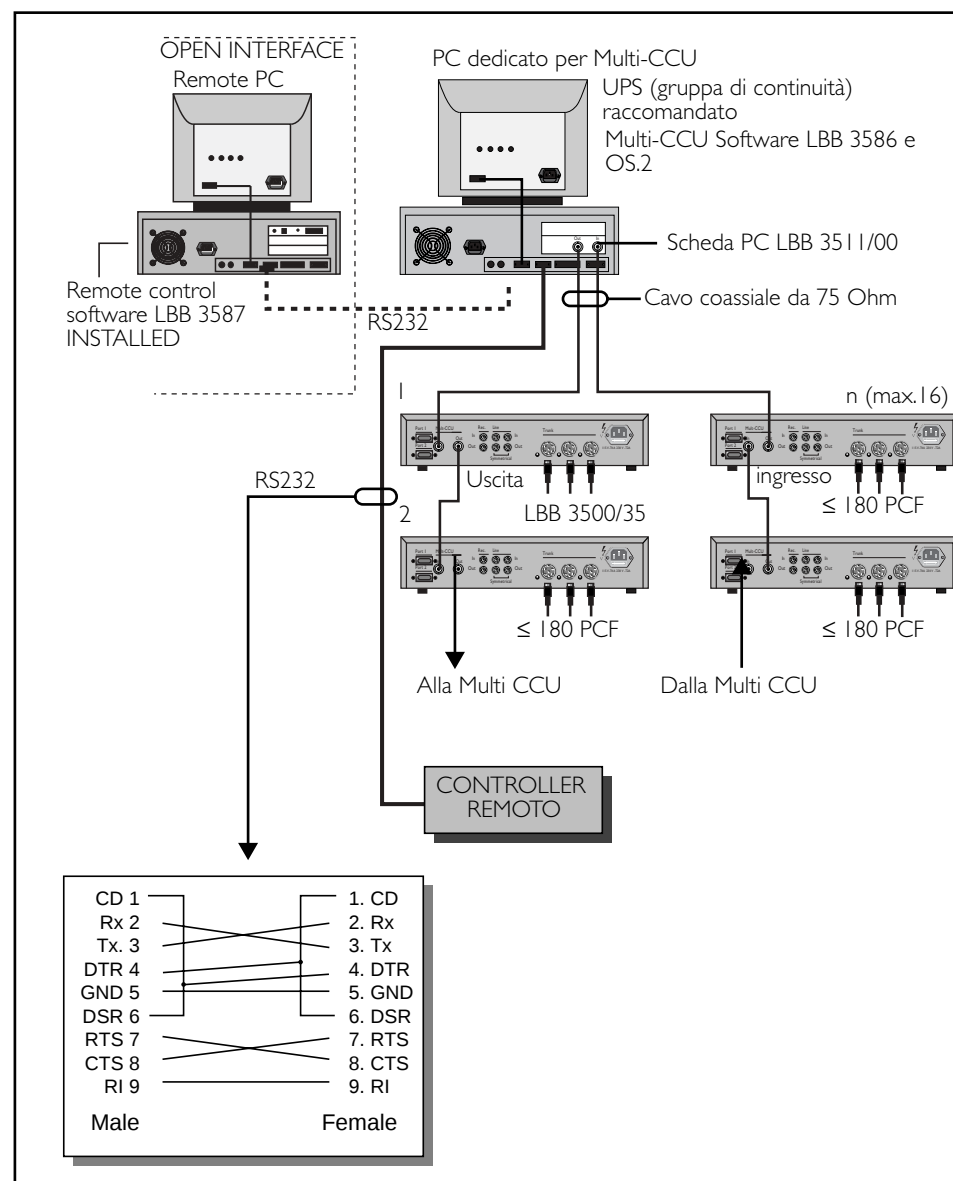

FIG. 10-22 Control a distancia en sistema Multi-CCU
2. Sistema Multi-CCU (FIG. 10-22)